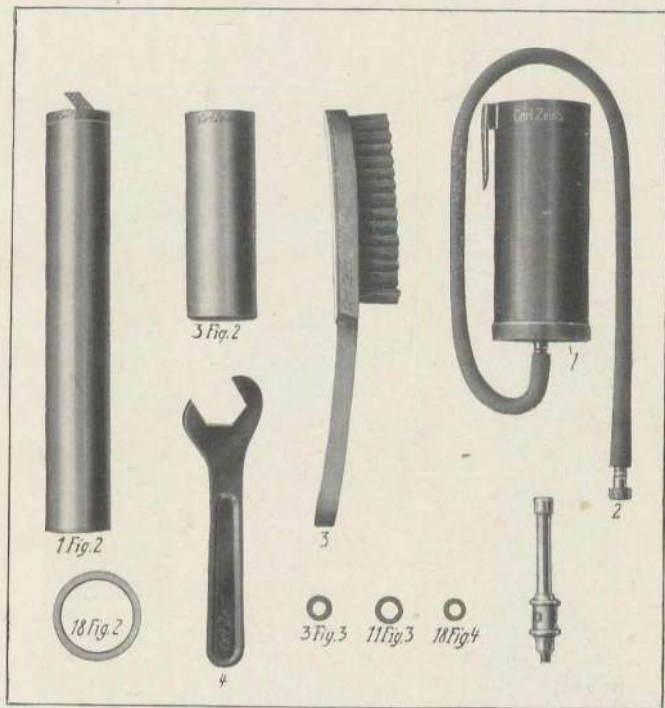

Fig. 5
Die Reinigung der mit dem Sauerstoff in Berührung kommenden Flächen des Sauerstoffentwicklers darf nur mit der Drahtbürste (3 Fig. 5) vorgenommen werden, ohne dabei brennbare Stoffe, wie Leinwand, Öl und dergl. zu verwenden.
Zur Reinigung des Sauerstoffentwicklers (Fig. 2) wird die Kappe (16) abgenommen. Alle Teile, welche mit dem Sauerstoff in Berührung kommen, d. h. die Innenfläche der Entwicklerflasche (4), die Sauerstoffbüchse (1), die Schutzhülse (3) und der Verschlußdeckel (17) werden zur Entfernung von Feuchtigkeit und Rost nur mit der Drahtbürste (3, Fig. 5) ohne jeden Zusatz (Leinenlappen, Petroleum, Öl und dergl.) gereinigt. Das Gewinde der Verschlußschraube (19) ist öfters leicht einzuölen.